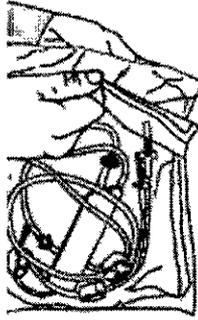

Figura 6
1. Retire el tubo de entrada del envase y cierre tres (3) pinzas blancas sobre él (figura 6).